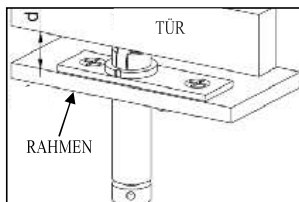

Abb. 1
- 1 - der Abstand  $d$  zwischen der Tür und dem Rahmen ist größer als 13 mm (auch nachträgliche Installation möglich) - siehe Abb. 1